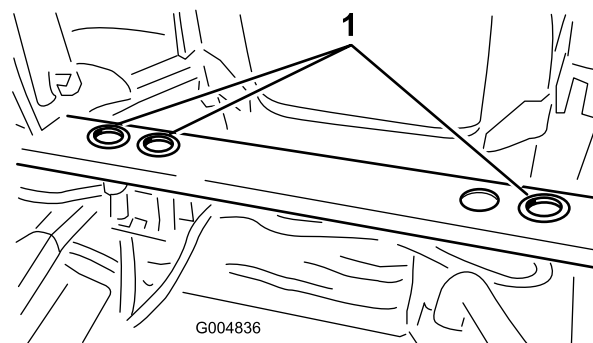

Figura 7
11. Instale os olhais de borracha nos 3 orifícios no suporte de montagem da estrutura traseira, conforme indicado na Figura 7.